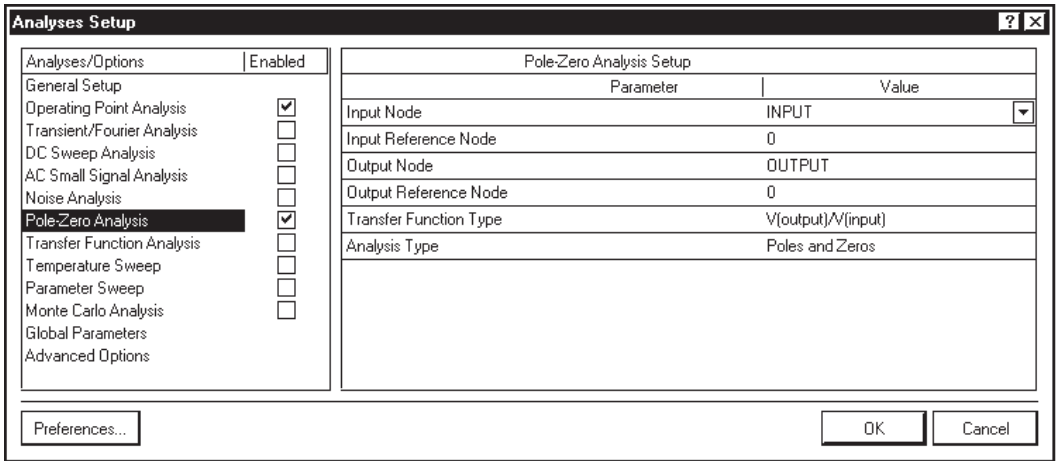

Рис. 8.33. Окно настройки режимов моделирования: анализ нулей и полюсов передаточной функции
1. Щелчком на кнопке **Edit Active Simulation Profile** в меню **Mixed Sim** (см. рис. 8.6) открыть диалоговое окно настройки, выбрать в нем настройку анализа нулей и полюсов **Pole-Zero Analysis** (рис. 8.33).